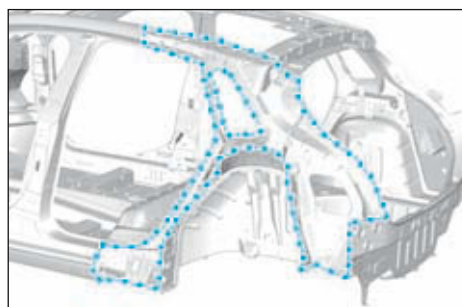

FIG.89
- Préparer les bords d'accostage sur la caisse et les protéger par un apprêt soudable indice "C7" (Fig.89).